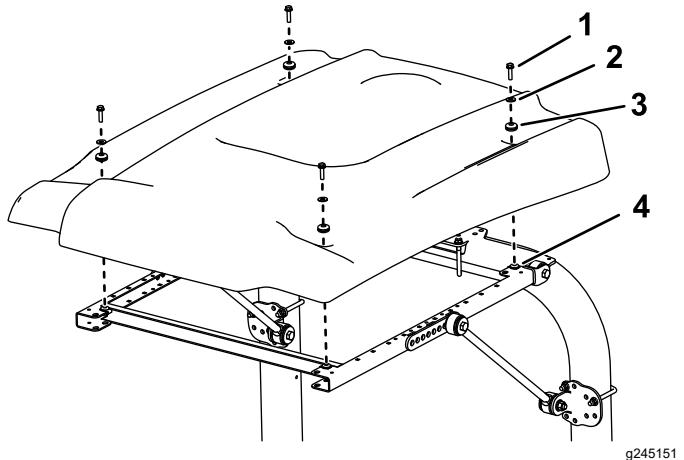

図 14
16. 図14に示すようにサンシェードをフレームに載せて、取り付け穴を整列させる。
17. サンシェードの各コーナー部をフレームに仮止めするフランジヘッドボルト $5/16 \times 1\frac{1}{4}$ "1本、小さいワッシャ1枚、ハトメ1個を使用する図14。